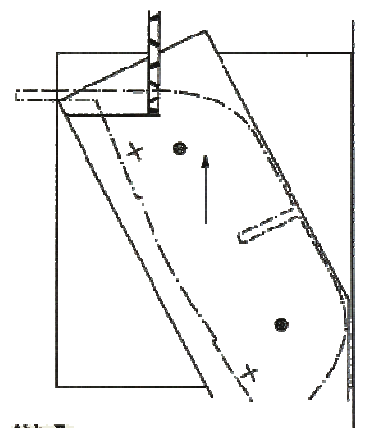

Abb. 7
- Falls für den Schnitt (b), der ein weiteres Zurückfahren des Schlittens erfordert, der Tisch zu klein ist, hilft folgender Kunstgriff: Das Spantenbrett wird auf einem größeren Brett befestigt (hier genügen zwei Nägel, aber keinesfalls in die Fixierbohrungen), und am Längsanschlag gesägt (siehe Abb. 7).